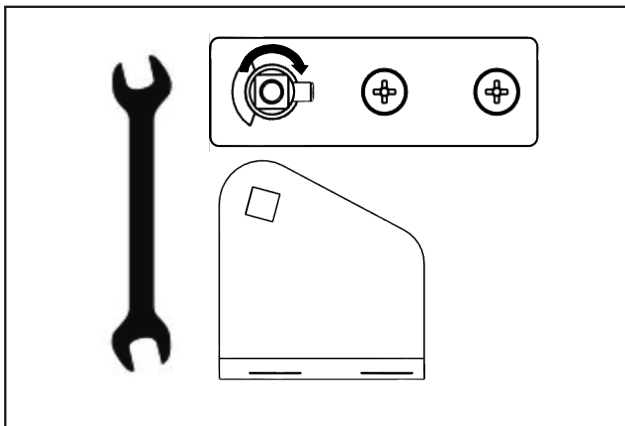

Fig. 22
- Le carré du boulon du palier de charnière doit être réglé avec une clé pour pouvoir l'insérer dans le trou carré de l'étrier. (voir Fig. 22)